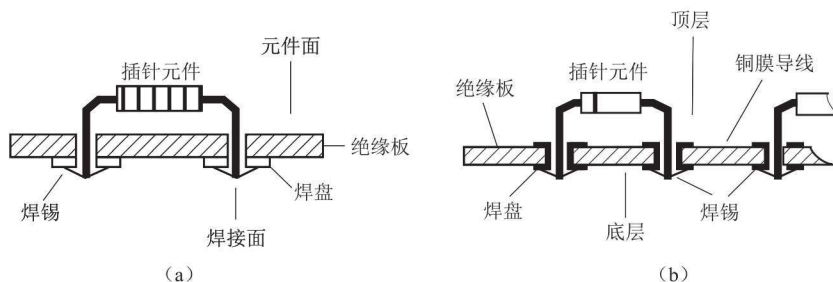

图 1-9 单面板和双面板
(2) 按导电板层划分。根据铜箔的层数，可分为单面板、双面板和多层板三类，如图 1-9 所示为单面板和双面板。
单面板：如图 1-9 (a) 所示，元器件集中在一面，导电图形布置在另一面上。因为只有其中一面有导电图形，所以称之为单面板，一般比较适合简单的电路。
双面板：如图 1-9 (b) 所示，元器件可布置在两面，导电图形也可布置在两面，并通过金属化孔进行连接。因为两面都有导电图形，所以称之为双面板，一般适合稍复杂的电路。